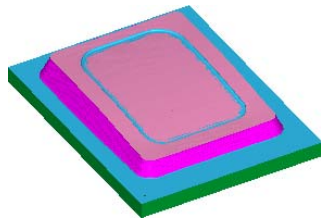

图 5.31 仿真结果
(1) 在 **刀具路径管理器** 选项卡中单击 **✓** 按钮, 然后单击 **🔍** 按钮, 系统弹出“Mastercam Simulator”对话框。
(2) 在“Mastercam Simulator”对话框中单击 **▶** 按钮, 系统将开始进行实体切削仿真, 结果如图 5.31 所示, 单击 **✕** 按钮。